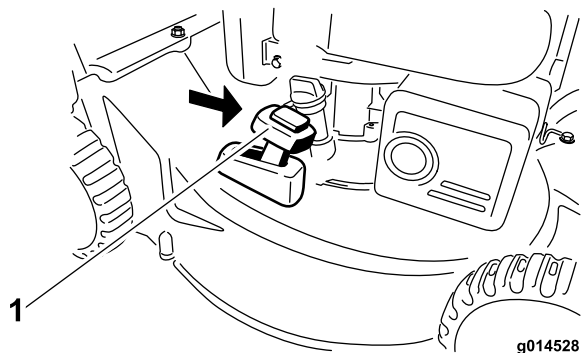

Figure 20
2. Montez le bac à herbe ; voir Retrait du bac à herbe (page 13) et amenez le levier de ramassage sur demande en position de **ramassage** (Figure 20).
Remarque: Si le bac à herbe est monté sur la machine, enlevez-le avant de procéder à l'éjection arrière de l'herbe coupée ; voir Retrait du bac à herbe (page 13). Le levier de ramassage sur demande doit être en position **ramassage** (Figure 20).